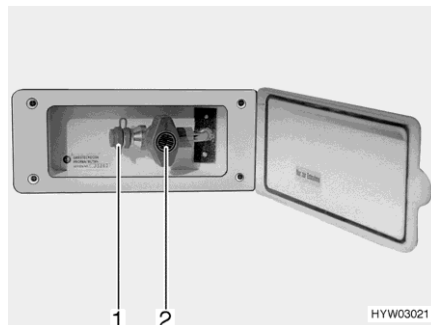

Fig. 169 Raccordement externe de gaz (robinet d'arrêt de gaz fermé)
- Raccorder l'appareil à gaz externe sur le raccord (Fig. 169,1).
- Ouvrir le robinet d'arrêt de gaz (Fig. 169,2).